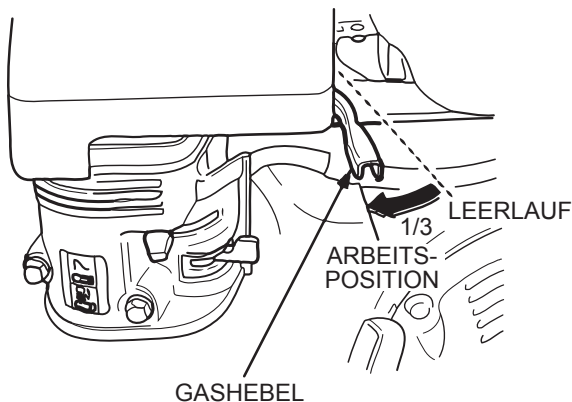

Abbildung 7. Gashebel (1/3 des Stellwegs)
2. Den Gashebel (Abb. 7) auf 1/3 des Stellweges von Langsam auf Schnell stellen.